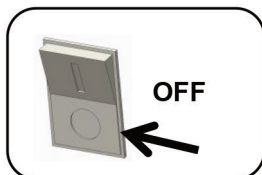

Fig. 1
1. Débrancher le luminaire. (Fig. 1)